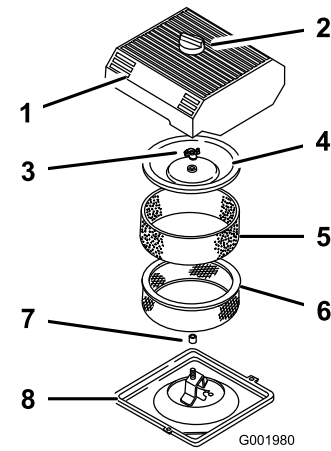

Figure 39
3. Nettoyez la surface autour du filtre à air pour éviter que des impuretés n'endommagent le moteur en tombant à l'intérieur (Figure 39).
4. Desserrez le bouton sur le couvercle du filtre à air et déposez le couvercle (Figure 39).
5. Sortez délicatement l'élément en mousse de l'élément en papier (Figure 39).
6. Dévissez l'écrou du couvercle et enlevez le couvercle et l'élément en papier (Figure 39).
1. Glissez délicatement l'élément en mousse sur l'élément en papier (Figure 39).
3. Vissez l'écrou à la main contre le couvercle (Figure 39).
4. Remettez en place le couvercle du filtre à air et le bouton (Figure 39).